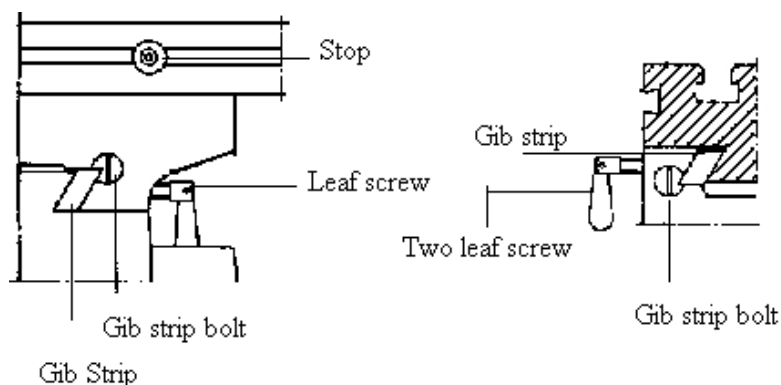

Fig. 3.
9. AJUSTEMENT DE LA TABLE ET COMPENSATION DE L'USURE (voir Fig. 3)
10. CLAMPAGE / BASE DE LA TABLE ET BASE DE LA MACHINE (voir Fig. 3)